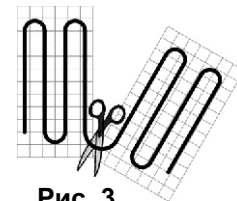

Рис. 3
3. Расстелите мат согласно плану укладки. Мат приклеивается к теплоизоляции кабелем вниз. В местах разворотов **аккуратно разрежьте сетку**, не повреждая греющий кабель (рис. 3).